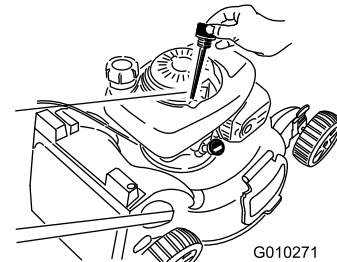

Bild 44
3. Entfernen Sie den Peilstab, indem Sie den Deckel nach links drehen und herausziehen (Bild 44).